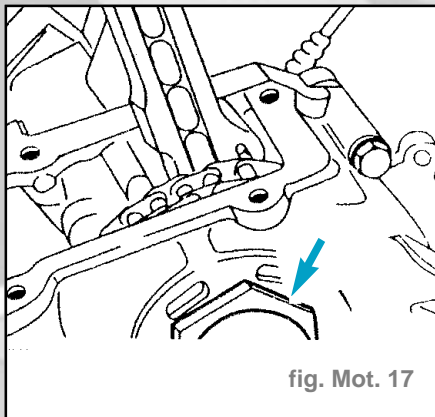

fig. Mot. 17
- Le cas échéant, desserrer l'axe de palier sur le couvercle de la boîte des chaînes avec l'outil (fig. Mot. 17).